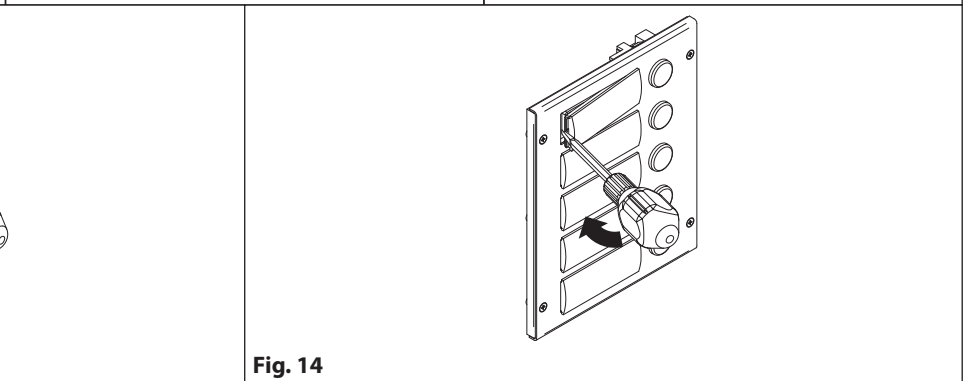

Fig. 14
- Fare leva con il cacciavite come mostrato in **Fig. 14** per rimuovere il porta-cartellino (fare attenzione a non ammaccare la placca);
- Faire levier avec le tournevis comme illustré sur la Fig. 14 pour enlever le porte-étiquette (faire attention à ne pas abîmer la plaque) ;